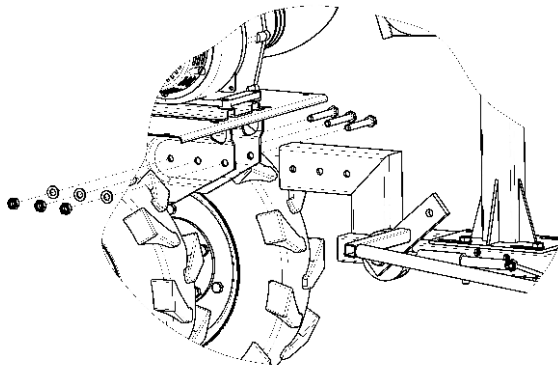

Рис. 3. Установка модуля к мотоблоку.
- 6.4. Присоедините модуль к мотоблоку, сняв передний штырь мотоблока (Рис.3).